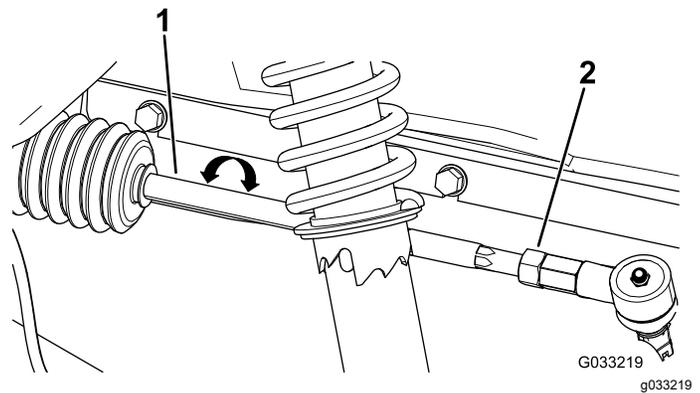

Рисунок 44
3. Если измеренное значение выходит за пределы 0–6 мм, ослабьте контргайки с обоих концов тяг (Рисунок 44).